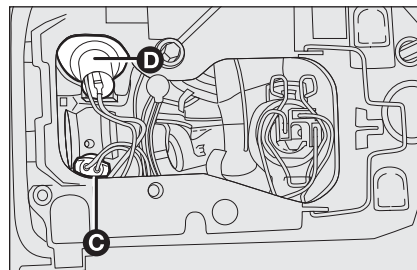

fig. 22
- ☐ gire el portalámpara **C-fig. 22** y sáquelo (está fijado a presión);
- ☐ gire el portalámpara **D-fig. 22** y sáquelo (está fijado a presión);